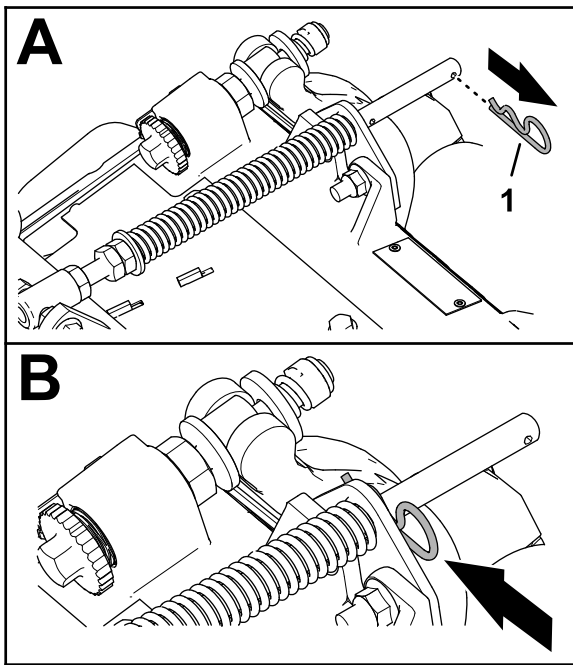

Figura 17
1. Se o perno de gancho for instalado no orifício posterior da haste de mola de compensação, remova o perno de gancho e insira-o no orifício junto ao suporte (Figura 17).